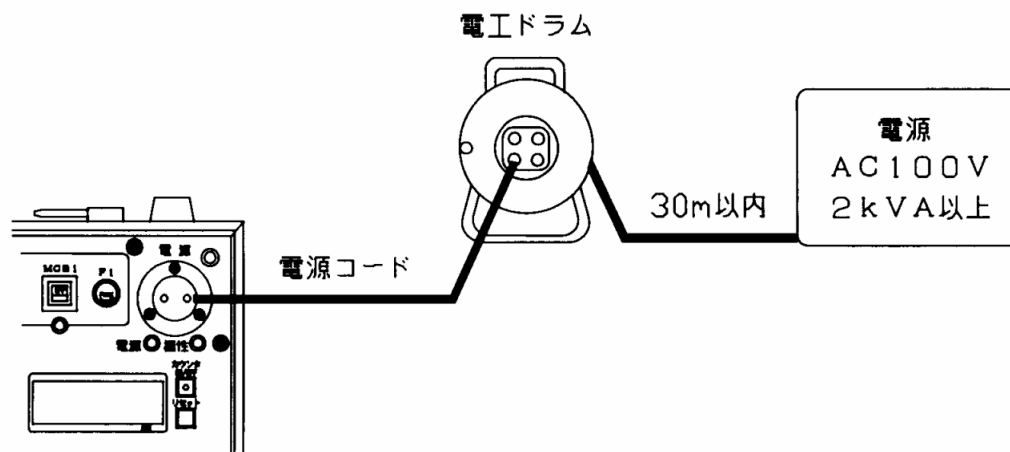

図1：電源の供給方法
2. 試験装置の電源を準備します。商用電源又は、発電機（2 kVA以上）でコードリールは30 m以内にし、ドラム内に巻き残しのないようにすべて引き出して下さい。（図1）